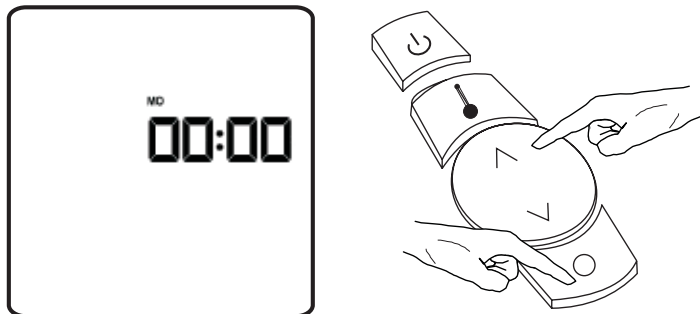

Figure 5
1. Appuyer sur le bouton de réglage de l'émetteur pour régler l'heure. **Voir Figure 5.**
2. Appuyer sur le bouton des menus pour sauvegarder le réglage. **Voir Figure 5.**